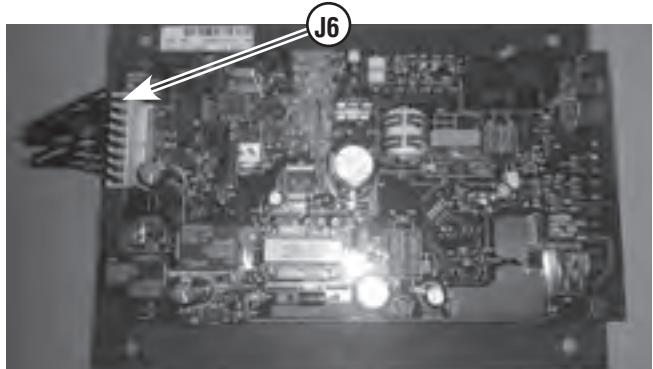

Figure 4A
2. Retirez les vis pour accéder au tableau de commande à l'arrière du panneau. La génératrice est équipée d'un de deux tableaux de commande (Figure 4A ou 4B).